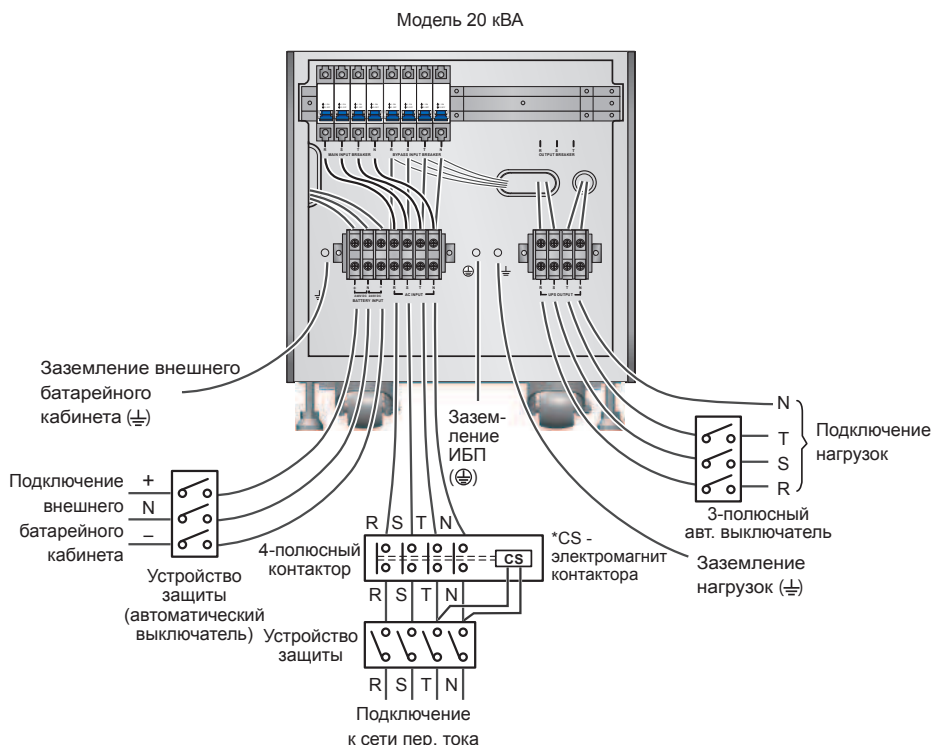

Рис. 6-9. Схема подключения одиночного ИБП 20 кВА в конфигурации с одним входом
- 6 Подключите к блоку зажимов кабели электросети, выхода и внешнего батарейного кабинета (см. **рис. 6-9 и 6-10**).
- 2 Подключите кабели электросети переменного тока, нагрузок и внешнего батарейного кабинета к соответствующим зажимам ИБП (см. *рис. 6-9, 6-10, 6-15*).